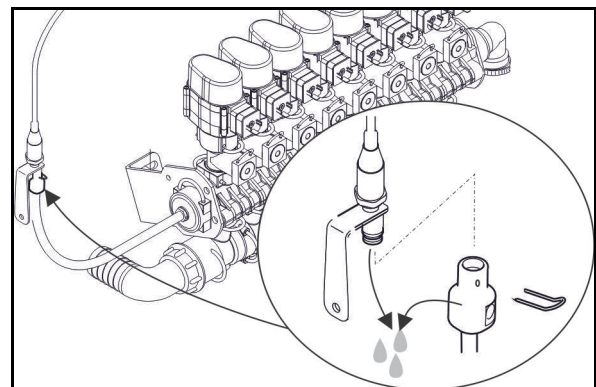

Fig. 146
13. Alle Spritzleitungen von den Teilbreiten-Ventilen (Fig. 146/1) abziehen und mit Pressluft ausblasen.